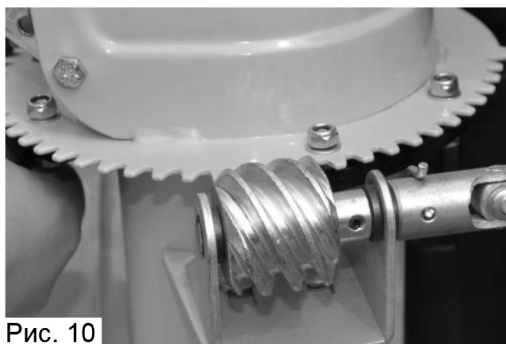

Рис. 10
3. Устанавливайте желоб так, чтобы витки спирали привода поворота желоба совпали с зубцами желоба (Рис. 10).